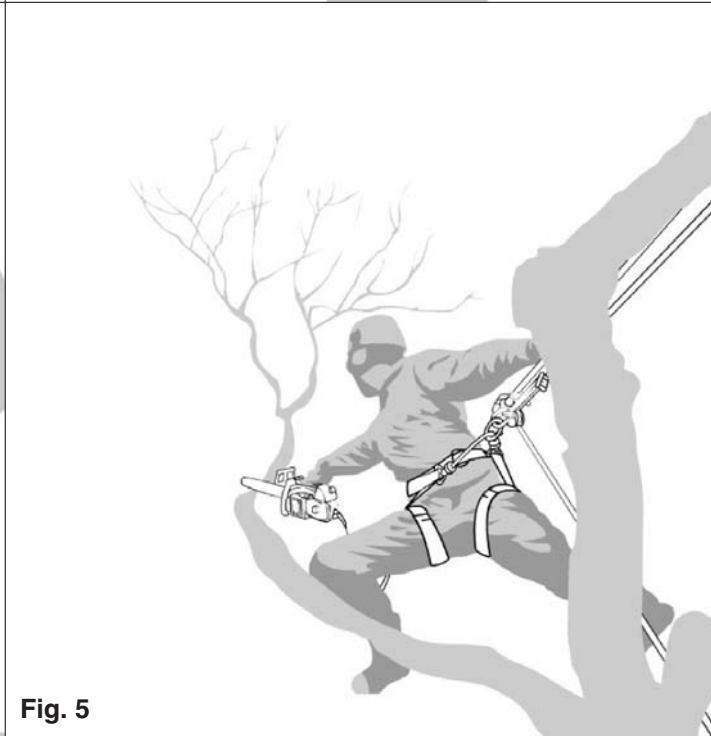

Fig. 5
- la motosega è utilizzata in piena estensione, perpendicolarmente al corpo dell'operatore e distanziata da questo (Fig.5).
- the saw is being used at full stretch, at right angles to and out of line with the operator's body (Fig.5).